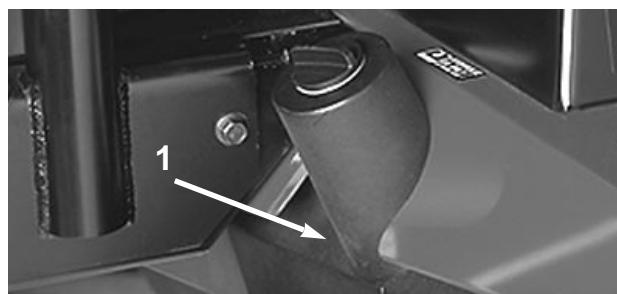

図57
2. タンク（図57）下のドレンプラグを開いてドレンパンにオイルを受け、排出が終われば、プラグを元通りに閉める。
- 1 . テストポートA (図57) は、昇降シリンダの故障探究用です。